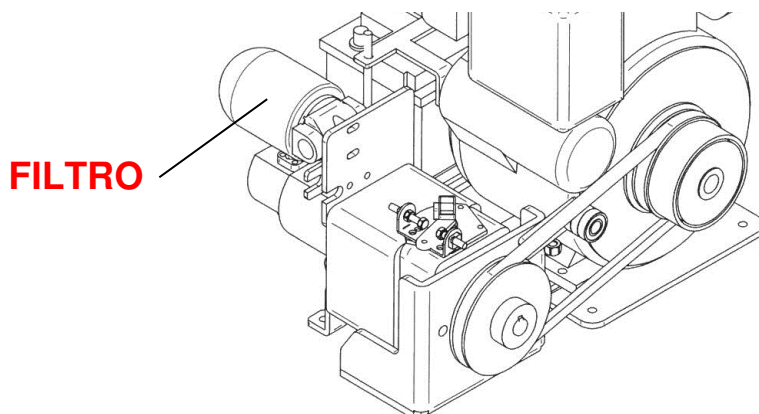

Figura 10
- 1.1 Usare l'elemento filtro originale (Figura 10)